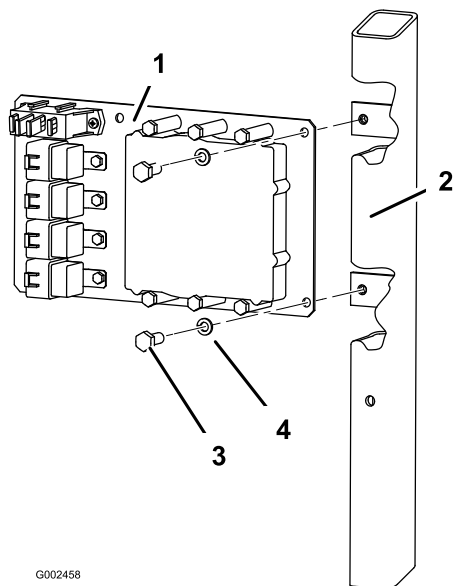

Bild 10
- B. Montieren Sie die Befestigungsplatte am Multi Pro 5600 und 5700 mit zwei Schrauben (5/16 x 3/4 Zoll) und zwei Sicherungsscheiben (5/16 Zoll) wie in Bild 10 dargestellt.